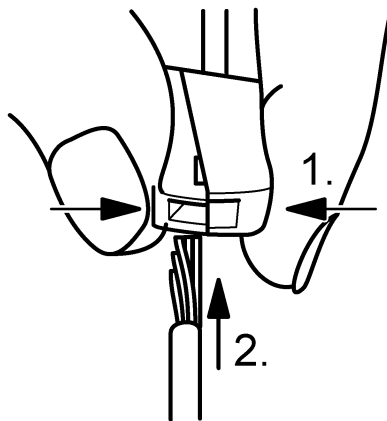

Figura 6: Collegamento del conduttore flessibile
- Premere il morsetto sul lato contro l'apertura quadra e collegare il conduttore flessibile (figura 6).